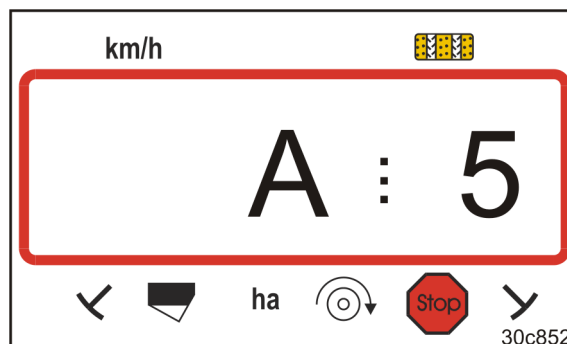

Fig. 38
- visas indikeringen (Fig. 38)